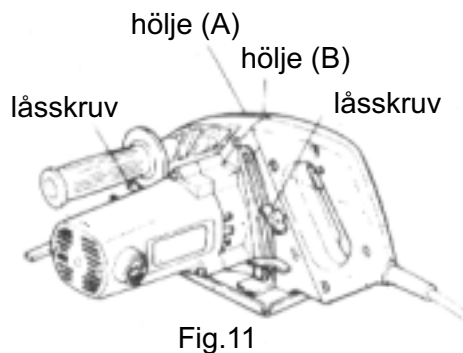

Fig. 11
2. Lossa låsskruvarna i Fig. 11, och ta loss hölje A och B.